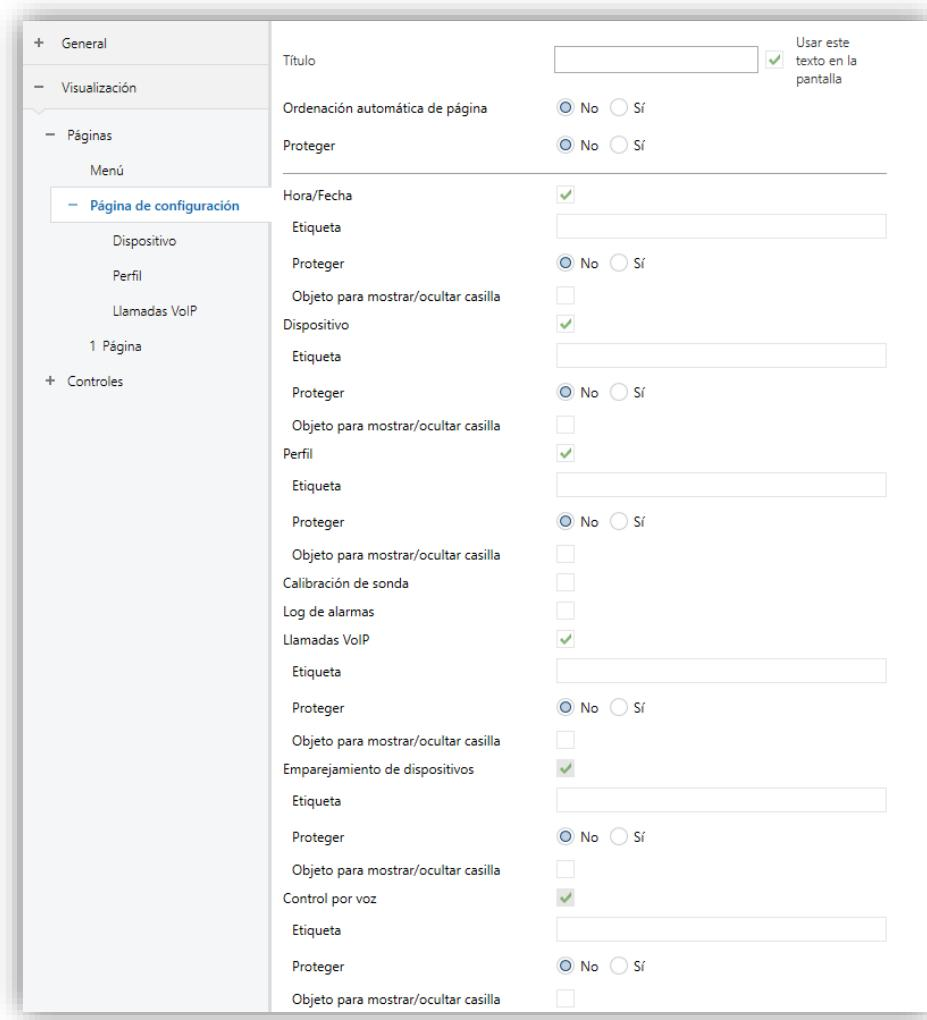

Figura 47. Pestaña de configuración.
- **Título:** campo de texto que identifica la página de configuración. Además, este campo permitirá cambiar el nombre de la pestaña en el menú de la izquierda de ETS, tal y como se muestra en la Figura 47.